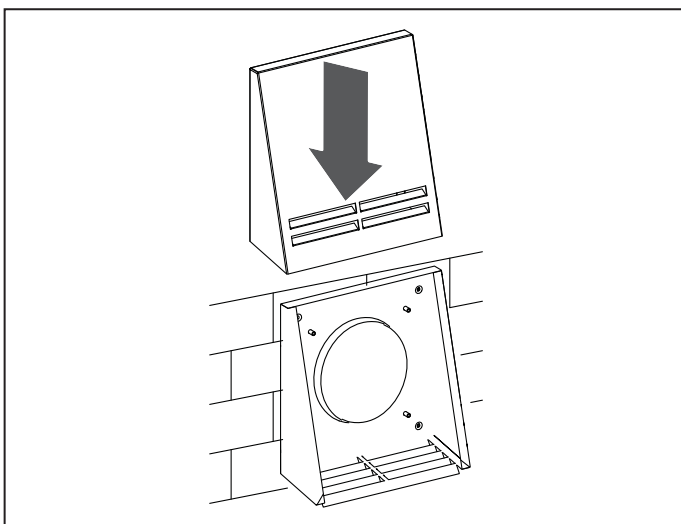

Abb. 15a.
- Abb. 15a für VENTO Expert A50-1 Pro.